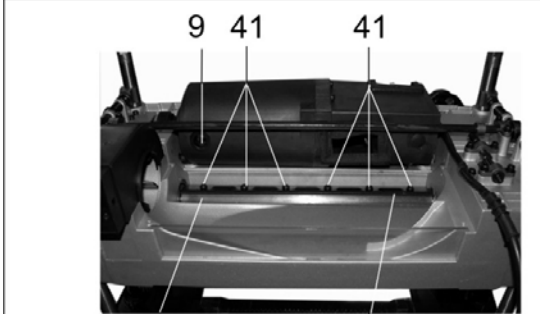

Рис.17 34 42
13.1.6. Своевременно заменяйте щётки двигателя. Заменяйте угольные щетки, когда они изношены до 4,8 мм их длины. Щетки необходимо менять парами: для этого необходимо выкрутить два щёткодержателя (9), Рис. 17,18,20. Помните, что ремонт и обслуживание машины должны проводиться в условиях сервисных центров с использованием только оригинальных запасных частей и расходных материалов.